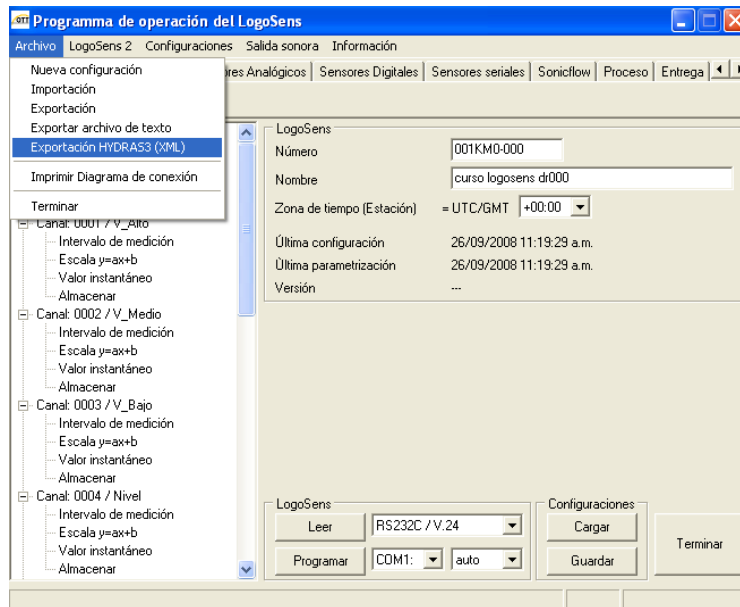

**Figura 1.11: Cambio del número de configuración del archivo para cada sitio**
19. Para el siguiente sitio, repetir el mismo proceso pero asegúrese de cambiar el número para el sitio como se muestra en la figura 1.11. Esto es necesario cuando el dato es recuperado, de manera que el Hydras puede decirnos la diferencia entre los sitios. Hay que guardar la nueva configuración del Logosens, de manera que ésta pueda ser recuperada tiempo después.